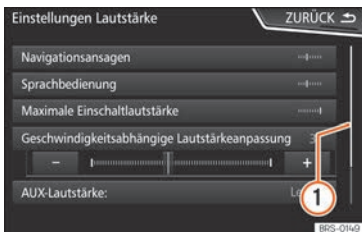

Abb. 193 Listeneinträge eines Einstellungs-menüs.
Auf der rechten Seite befindet sich die Scroll-Leiste, deren Größe von der Anzahl der Listeneinträge abhängt » **Abb. 193** ①.